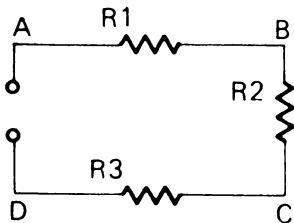

Figura 1
13. Riferitevi alla Figura 1.  $R_1 = 2 \text{ K}\Omega$ ,  $R_2 = 3 \text{ K}\Omega$ ,  $R_3 = 5 \text{ K}\Omega$ , A = +20V, D = GND.
14. Riferitevi alla Figura 1.  $R_1 = 2 \text{ K}\Omega$ ,  $R_2 = 3 \text{ K}\Omega$ ,  $R_3 = 5 \text{ K}\Omega$ .